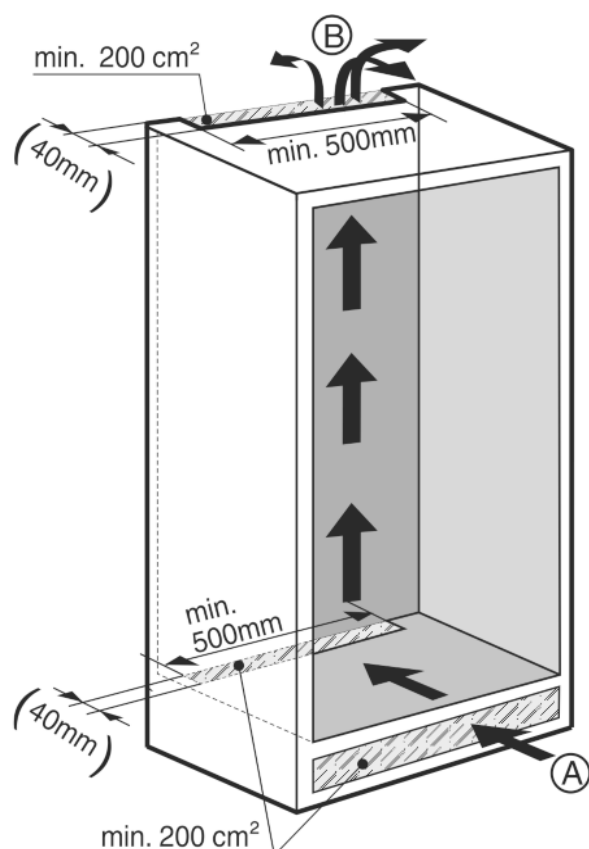

Fig. 3
- Должна иметься эффективная площадь вентиляционного отверстия, составляющая не менее 200 см² для каждого устройства на входе воздуха Fig. 3 (A) и выходе воздуха Fig. 3 (B).